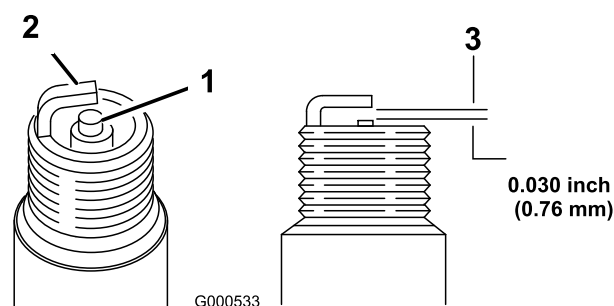

Figure 54
1. Examinez le centre des bougies (Figure 54).
2. Contrôlez l'écartement entre les électrodes centrale et latérale (Figure 54) et pliez l'électrode latérale si l'écartement est incorrect.